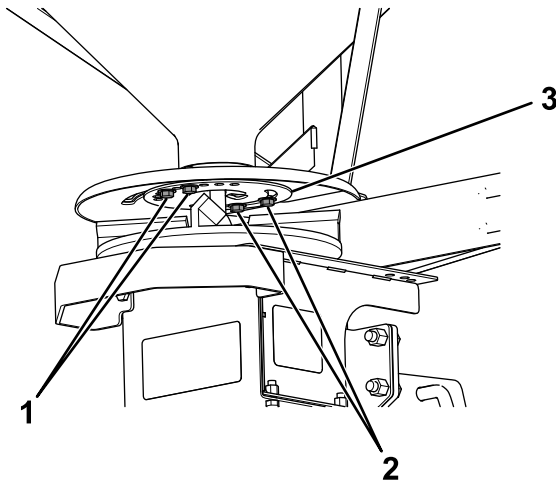

Figure 11
1. Retirez les 2 boulons avant (Figure 11).
2. Desserrez les 2 boulons arrière et faites tourner le volet de chute (Figure 11).